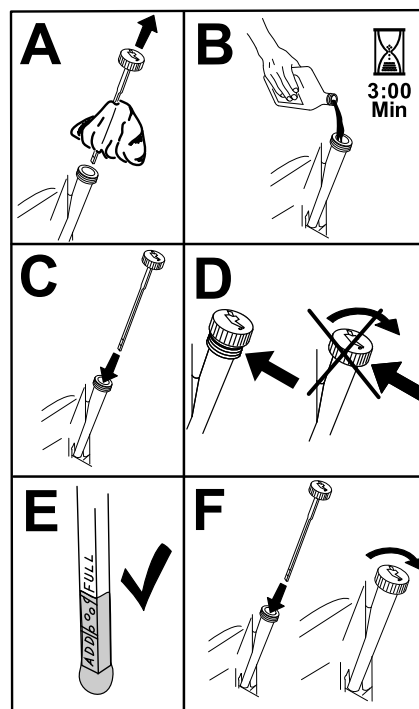

Figure 56
5. Versez lentement environ 80 % de l'huile spécifiée dans le tube de remplissage, puis faites l'appoint lentement pour faire monter le niveau jusqu'au repère maximum (**Full**) (Figure 56).